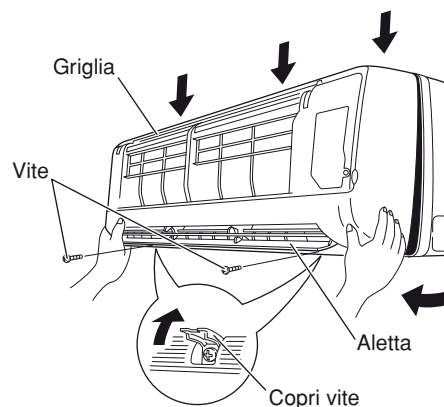

Fig. 17-1
- (2) Rimuovere le 2 viti quando i loro coperchi sono aperti. Prendere la griglia in basso e su ambedue i lati, poi tirarla leggermente verso di sé. (Fig. 17-1)
- (3) Premere le 3 linguette sopra la griglia per liberarle. (Fig. 17-1)
- (4) Tirare la griglia verso di sé e toglierla. (Fig. 17-1)